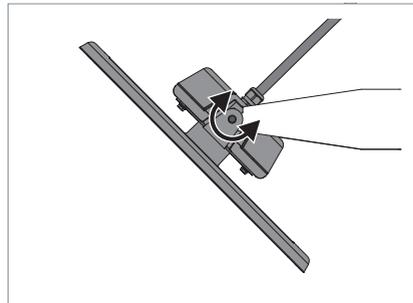

Fig. 12: Orientación de la luminaria.
- ▶ Oriente la luminaria y apriete los dos tornillos en las escuadras de soporte, véase Fig. 12.